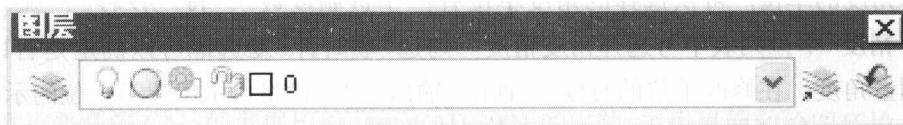
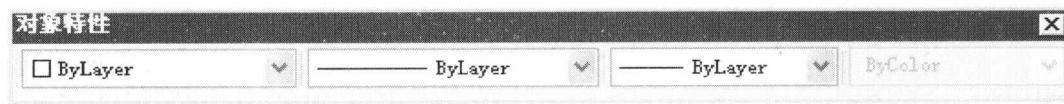

图 1-12 “图层”工具栏
图 1-13 “对象特征”工具栏
(4) “图层”和“对象特征”工具栏分别如图 1-12 和图 1-13 所示，主要包括图层设置及当前图层的控制和当前绘图的对象特征。